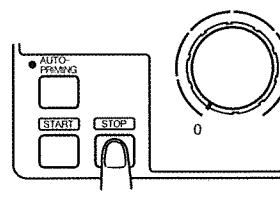

図6
7. モーター回転数調節ツマミを回して「0」にした後「STOP」（ストップ）スイッチを押してモーターの回転を停止する。（図6）